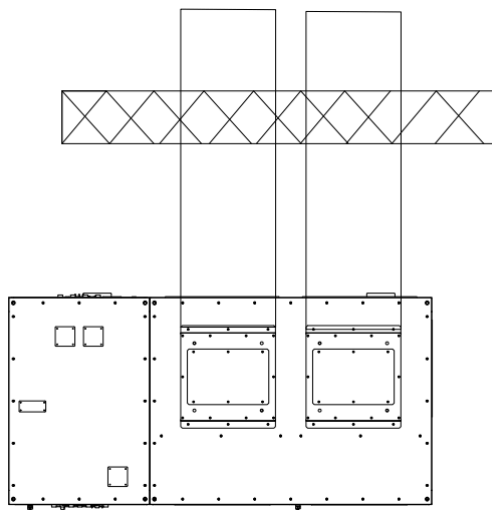

Рис. 29. Отдельные воздуховоды
- Для каждого вентилятора на крыше устанавливается отдельный воздуховод, без объединения (рис. 29).